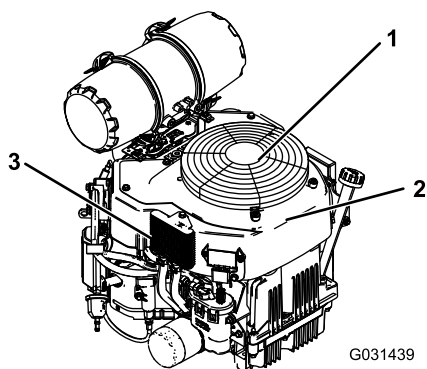

Figura 68
- Retire la rejilla de entrada de aire y la carcasa del ventilador (Figura 68).
- Instale la rejilla de entrada de aire y la carcasa del ventilador (Figura 68).